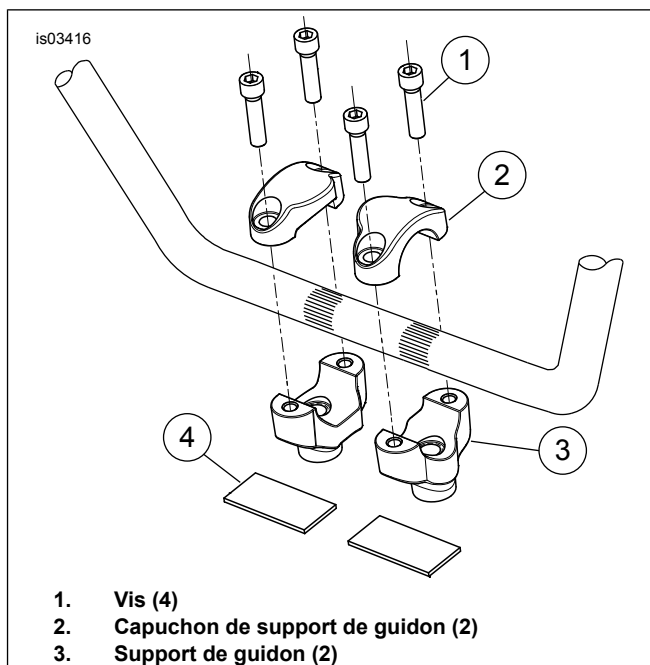

Figure 3. Orientation du support de guidon – FLSTF
b. Voir Figure 3. Installer sans les serrer les nouveaux supports (kit numéro 56789-05), orientés comme indiqué, sur le té de fourche supérieur en utilisant les vis, les rondelles-frein et les rondelles de série. Installer le câble de masse et la rondelle-frein à dents intérieures sur la vis de support de guidon de droite.
d. Installer les deux capuchons de support de guidon (2) sur les supports au-dessus du guidon en utilisant les quatre vis (1) incluses dans le kit.